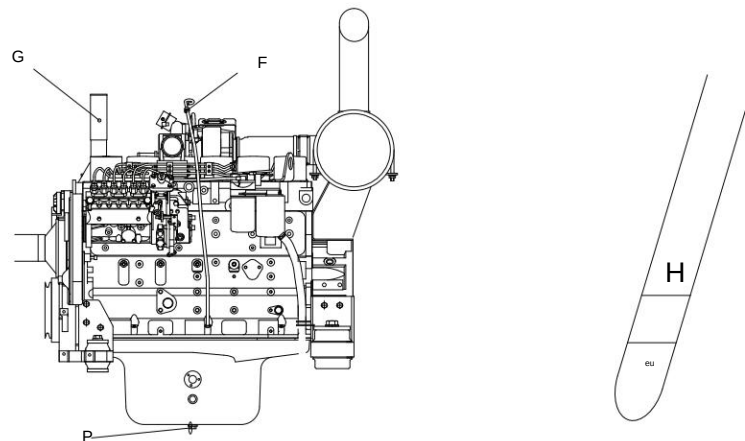

Figura 4-6
deve ser feita através do enchimento (G), conforme Figura 4-6. Se o nível do óleo estiver acima da linha H, abra a válvula de drenagem (P) na parte inferior do reservatório de óleo do motor para drenar o excesso de óleo e verifique novamente o nível do óleo. Se o nível do óleo estiver adequado, aperte a tampa de enchimento e feche o capô do motor.